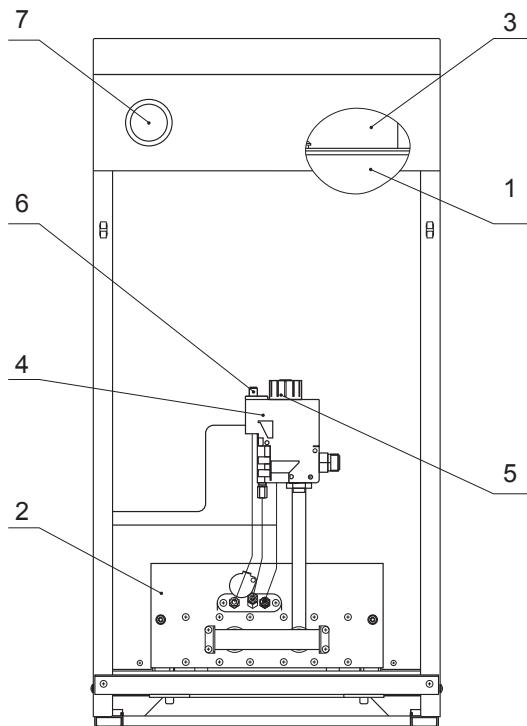
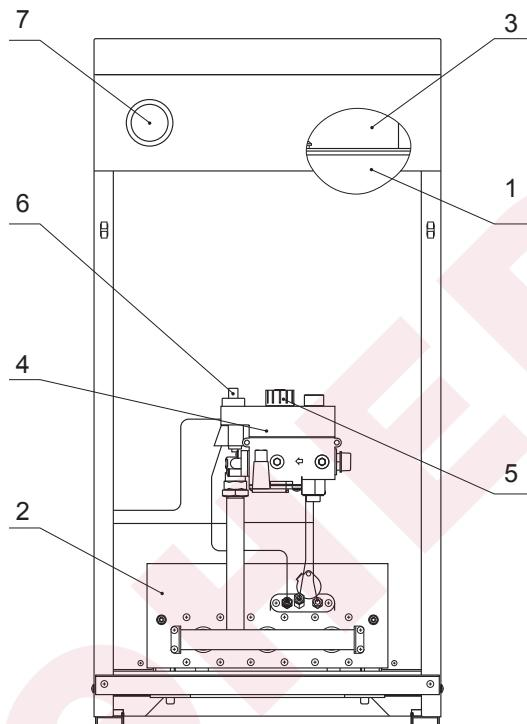

рис. 2 – Особенности котла с газовым блоком 630 EUROSIT.
рис. 3 – Особенности котла с газовым блоком 710 MINISIT.
- Котел представляет собой сборную конструкцию, закрытую декоративными тонколистовыми панелями с теплоизоляцией, внутри которой располагаются (см. рис. 2 и рис. 3):
- дымосборник с датчиком тяги (3);
- корпус котла, состоящий из топки и теплообменника (1);
- газогорелочное устройство с газовым блоком (ГГУ) (2).